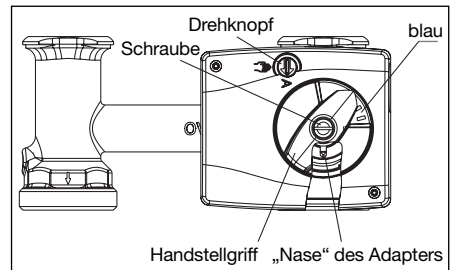

Abb. 5.4 3-Wege-Mischhahn Vorlauf rechts
4. Drehrichtungsanzeige einlegen (s. Abb. 5.4)